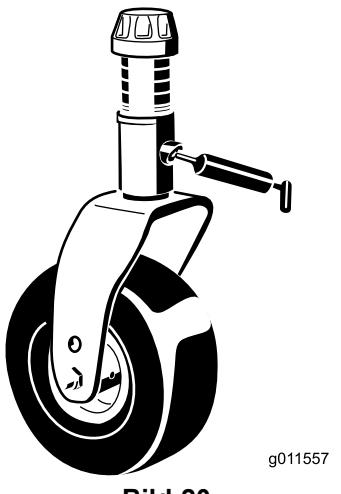

Bild 20
- Laufradgabel-Büchsen (2) (Bild 20)